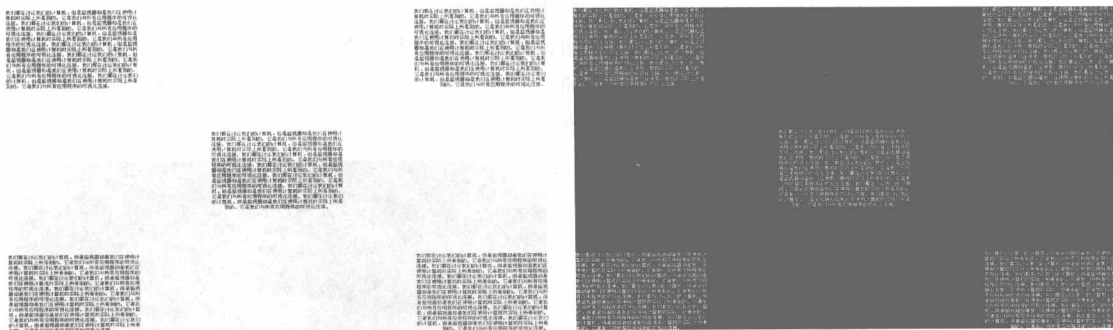

图 12-17 测试清晰度
步骤(7) 单击测试画面中的“清晰度”按钮,测试液晶显示器的清晰度,如图 12-17 所示。清晰度测试文字显示的清晰度,测试时检查屏幕上各处以及各个角落,能看出文字在显示器上是否有模糊现象。好的显示器文字显示锐利、清晰可辨,当然,它跟显示器的水波纹以及对比度、亮度都有关系。